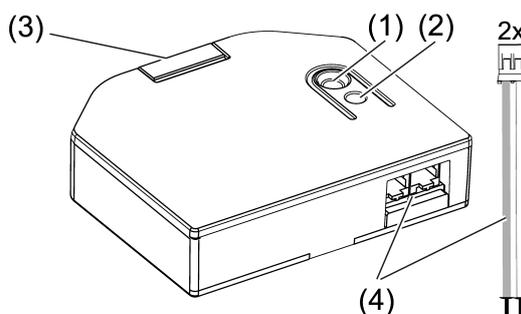

рисунок 1: Конструкция прибора
- Установите JUNG HOME Push в монтажную коробку так, чтобы было видно кнопку **Prog** (1) и светодиодный индикатор состояния (2) (см. рисунок 1).